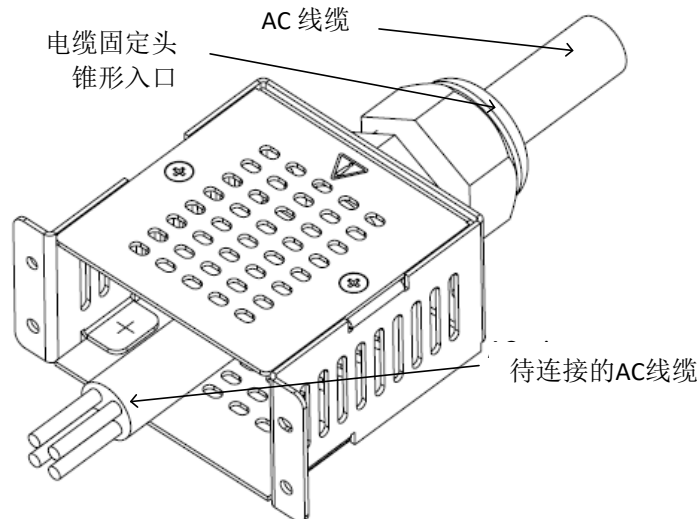

图 4-28: 穿过裸线
5. 将交流输入电缆穿过电缆固定头和应力消除支架，如图 4-28 所示。